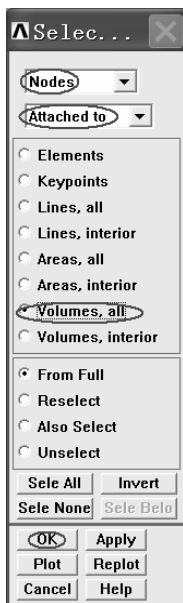

图 6-28 “Select...” 窗口
(2) 单击选中落锤，然后单击 “OK” 按钮。
(3) 依次选择 Utility Menu>Entities..., 弹出 “Selec...” 窗口 (见图 6-28)。在该窗口的第一个方框中选择 “Nodes”，在第二个方框中选择 “Attached to”，再选中 “Volumes, all” 前的单选框，然后单击 “OK” 按钮。